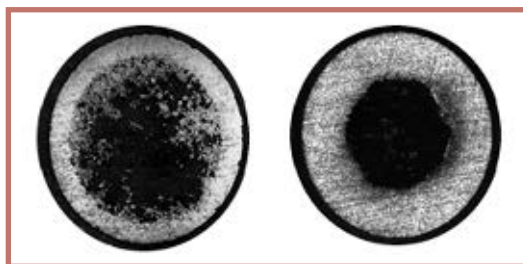

Рис. 3. Структура бесшовной порошковой проволоки (ОАО «ЭСВА», Калининград, «Оэрликон»)
- Бесшовная проволока (рис. 3) герметична, не имеет вальцованного соединения в